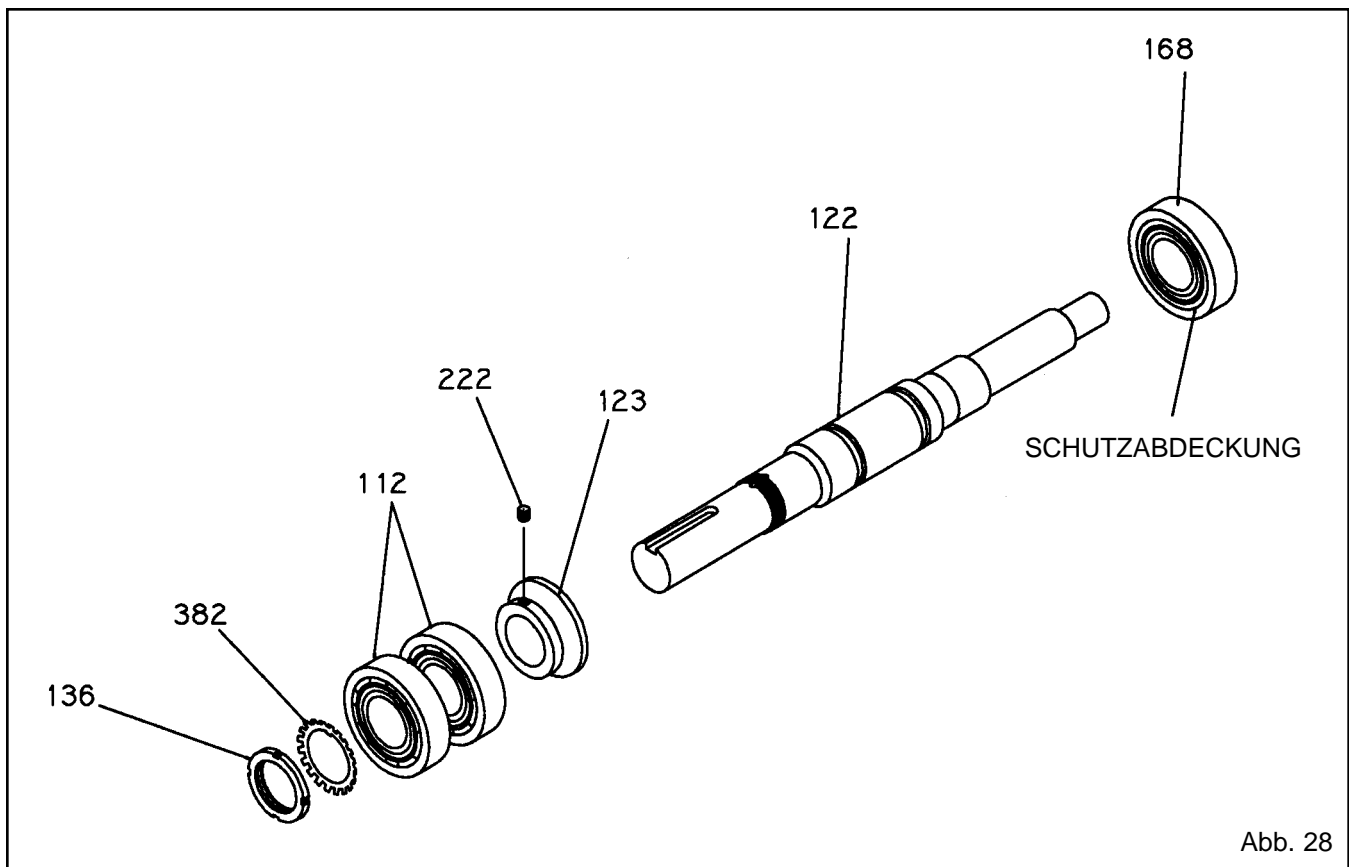

Abb. 28
9. Den Sperring der Drucklagersicherungsscheibe (382) herausstemmen (Abb. 28).
10. Die Sicherungsmutter (136) und die Sicherungsscheibe (382) des Drucklagers lösen und entfernen.
11. Die Stellschraube (222) des Deflektors lösen.
12. Den Deflektor (123) zum Radiallager (168) hin schieben.
13. Das Doppeldrucklager (112) von der Welle (122) drücken oder ziehen.
14. Den Deflektor (123) von der Welle (122) abziehen.
15. Das Radiallager (168) von der Welle (122) drücken oder ziehen.
17. Den radiallylagerseitigen Deckel (119A) mit Dichtscheibe (360) aus dem Lagerrahmen (228) herausklopfen.
18. Die Dichtscheibe (360) des radiallylagerseitigen Deckels entfernen und entsorgen. (Bei der Wiedermontage eine neue Dichtung einsetzen.)